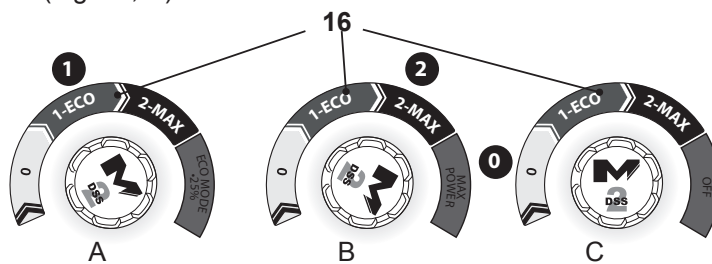

Fig. 18
1. Setează comutatorul de pornire / oprire (on/off) (16) în poziția sa „1” pentru a porni produsul și să funcționeze în **MODUL ECO (ECO MODE)** (viteză mică) (fig. 18, A). MODUL ECO (ECO MODE) poate face o economie de energie până la 25%
2. Setează comutatorul de pornire / oprire (on/off) (16) în poziția sa „2” pentru a porni produsul și să funcționeze în modul **PUTERE MAXIMĂ (MAX POWER)** (viteză mare) (fig. 18, A).
3. Setează comutatorul de pornire / oprire (on/off) (16) în poziția „0” pentru a opri produsul (Fig. 18, C).